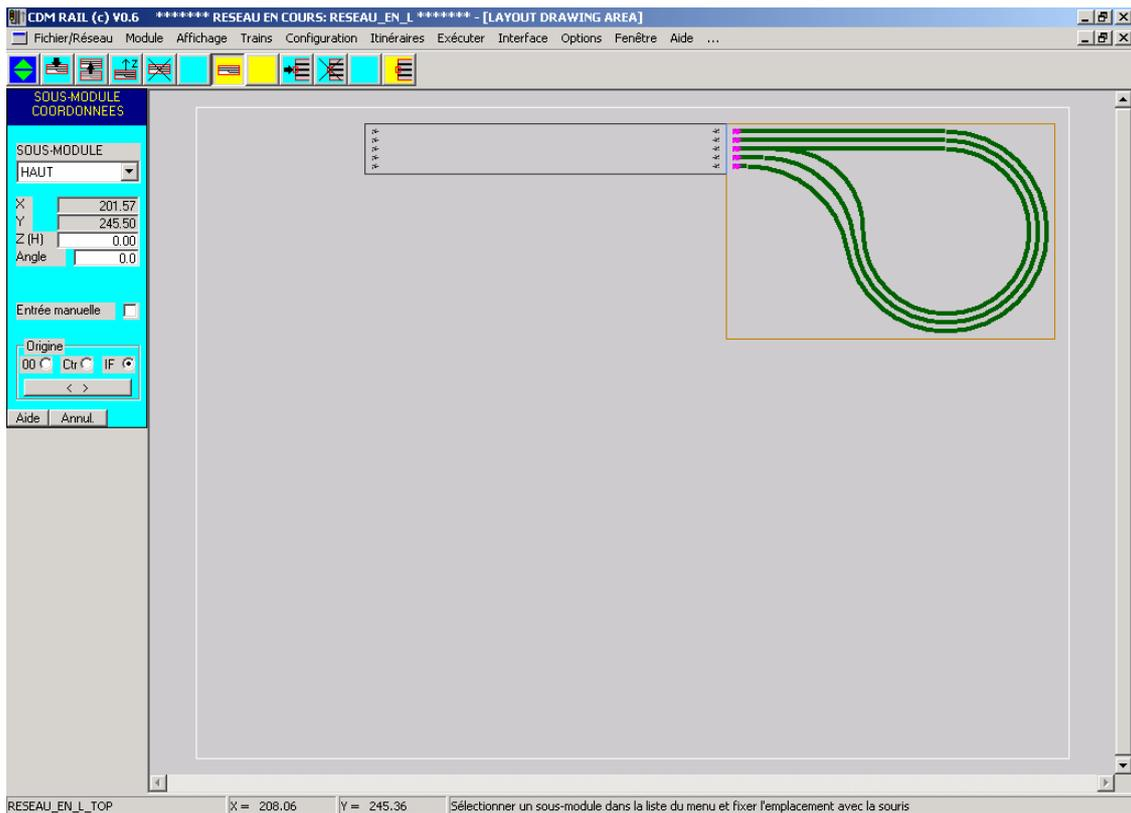

Figure MM-5-5 Effet d'attraction avec l'interface en haut à gauche du module BOUCLES_DROITE.
- Approcher le curseur de la souris de l'interface située en haut à gauche dans le sous-module "BOUCLES_DROITE". Un effet d'attraction se produit, et le schéma du sous-module "HAUT" vient se juxtaposer au sous-module "BOUCLES_DROITE" comme indiqué sur la figure MM-5-5.